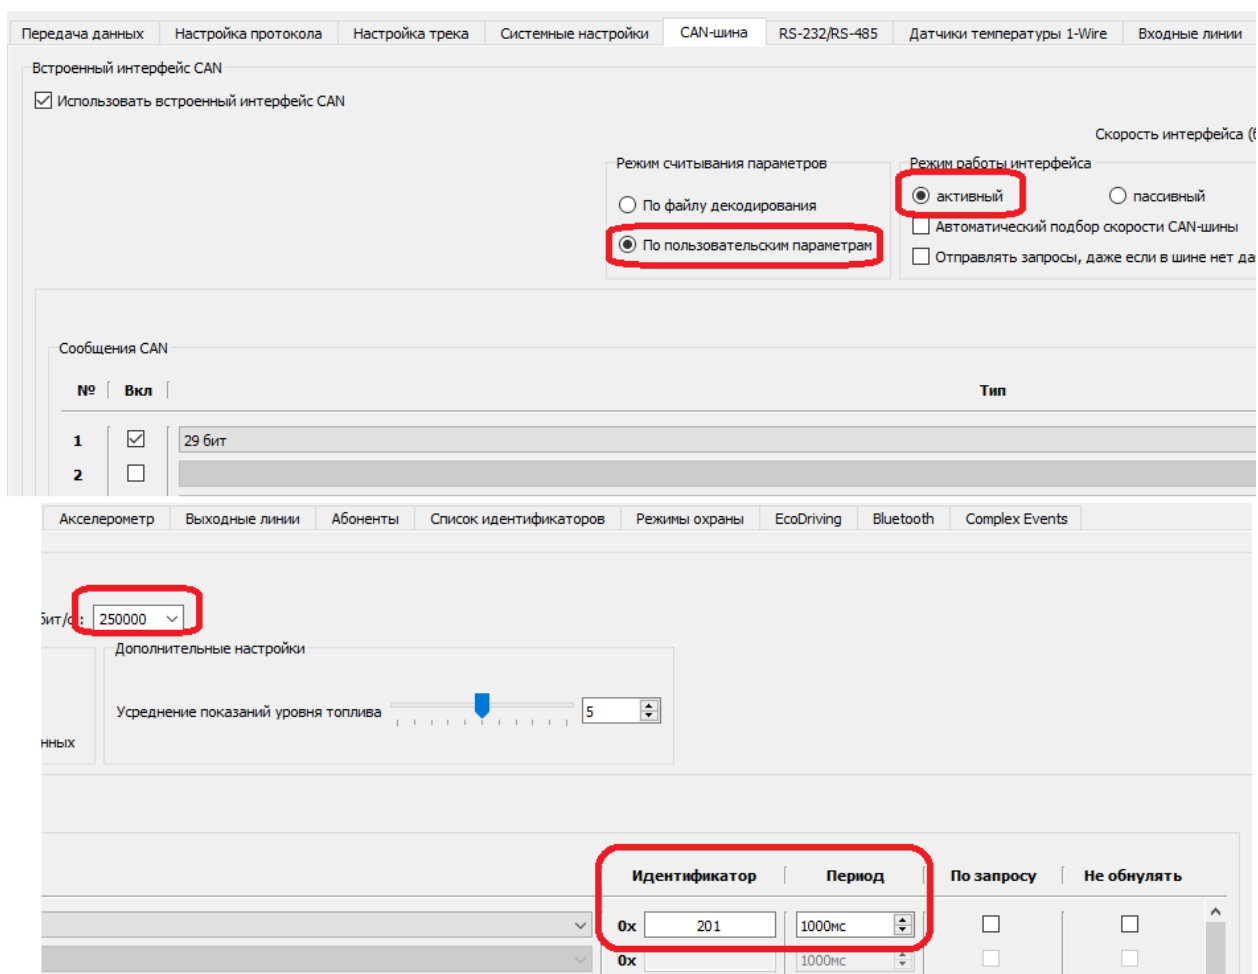

рис. 7.2. Выбор параметров в конфигураторе терминала
- в опциях «Сообщения CAN» выбрать 29-битный параметр с ID, какой выбран в настройках датчика для автовыдачи данных (в нашем случае это стандартный ID 0x80000201) (рис. 7.2).